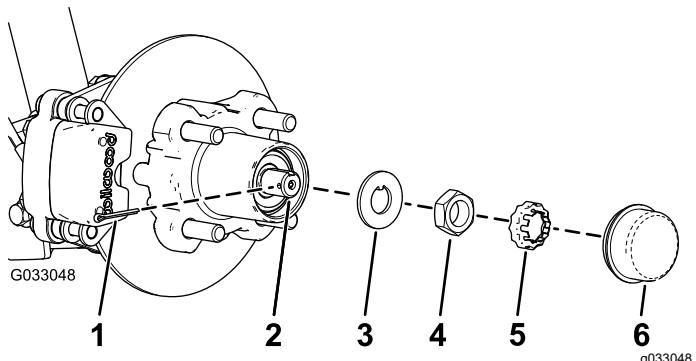
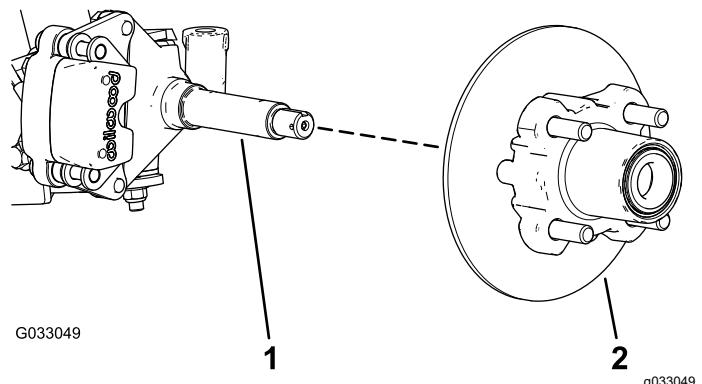

Figura 25
Figura 26
4. Retire o tampão antipoeira do cubo (Figura 25).
5. Retire o contrapino e o retentor da porca do eixo e porca do eixo (Figura 25).
6. Retire a porca do eixo do eixo e afaste o conjunto do cubo e o rotor do eixo (Figura 25 e Figura 26).